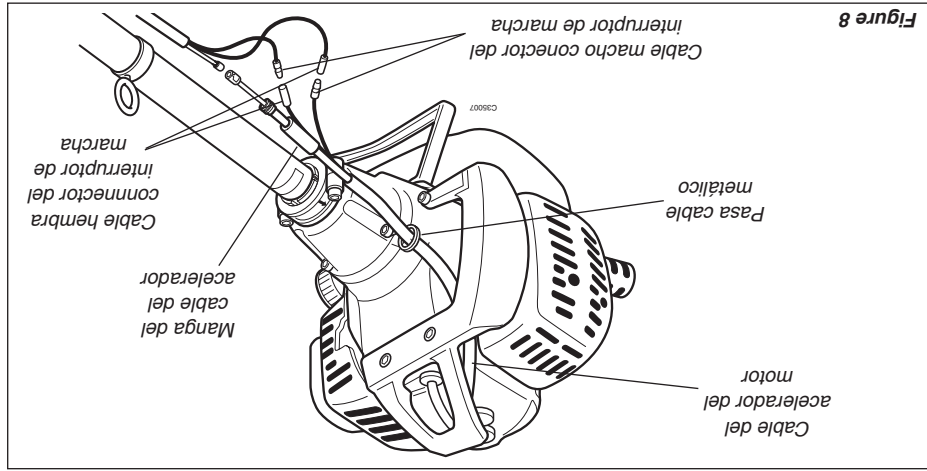

Figura 8
1. Pase el cable del acelerador del motor por el agujero del pasa cable metálico. Consulte la figura 8.
2. Instale la manga del cable del acelerador sobre el cable del acelerador del motor. Consulte la figura 8.
3. Conecte los cables conectores del interruptor de marcha (dos cables). Ver figura 8.